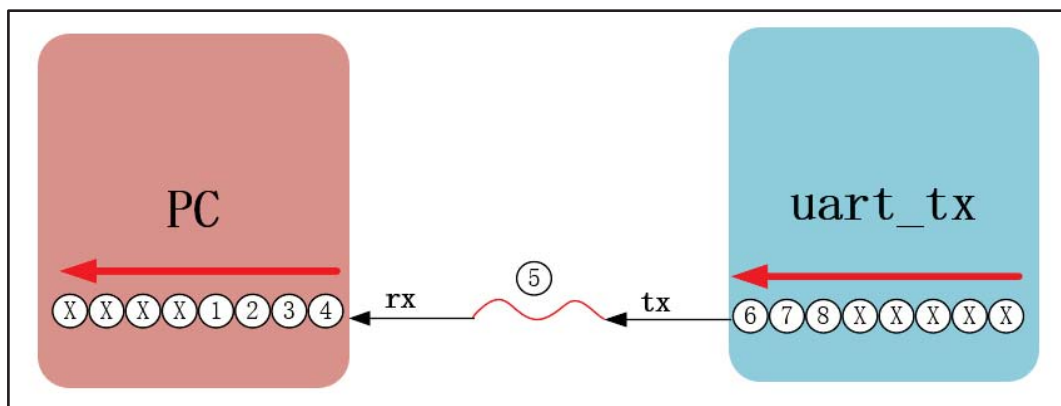

图 30-35 数据的发送图
**第三部分：**最后就是数据按顺序一个一个发出去，因为接收的时候是先接收的低位后接收的高位，所以如图 30-35 所示，发送的时候也是先发送低位，后发送高位。